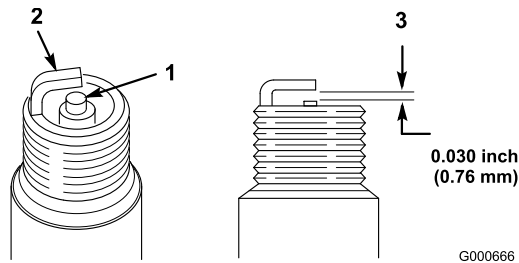

Figure 27
1. Examinez le centre de la bougie (Figure 27). Si le bec de l'isolateur est recouvert d'un léger dépôt gris ou brun, le moteur fonctionne correctement. S'il est couvert d'un dépôt noir, c'est généralement signe que le filtre à air est encrassé.
2. Contrôlez l'écartement entre les électrodes centrale et latérale (Figure 27) et pliez l'électrode latérale si l'écartement est incorrect.